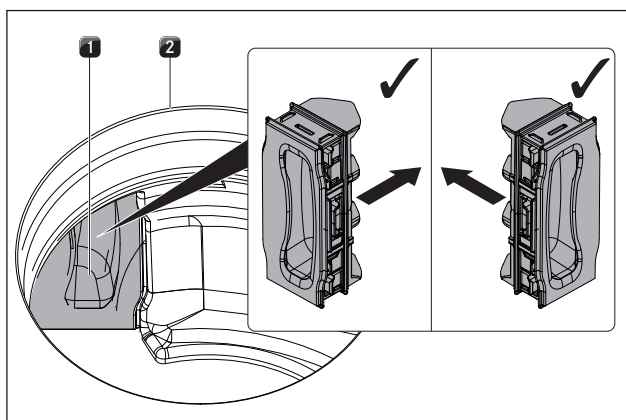

Fig. 8.10 Inserire la valvola di sostituzione del filtro
- ▶ Premere all'interno dell'apertura immissione aria la valvola di sostituzione del filtro fino al punto di blocco nell'apertura della cassetta del filtro (Inserire la valvola di sostituzione del filtro v.fig. 8.10).